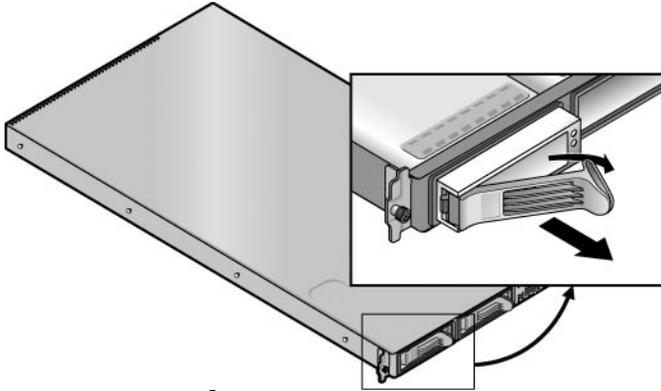

FIGURE 3-8 Support d'une HDD SCSI et bascule
- b. Prenez le panneau avant du support à deux mains et faites-le sortir doucement de la baie (voir FIGURE 3-8).